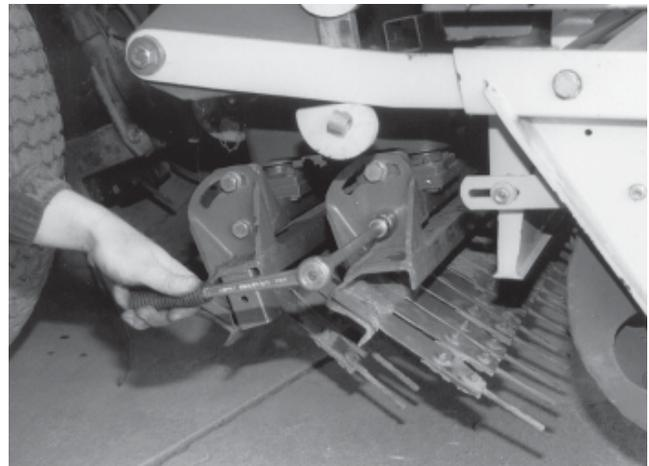

Abb. 32
- Lösen Sie die Befestigungsschrauben an beiden Seiten des Vertikutierbalkens (Abb. 32).,